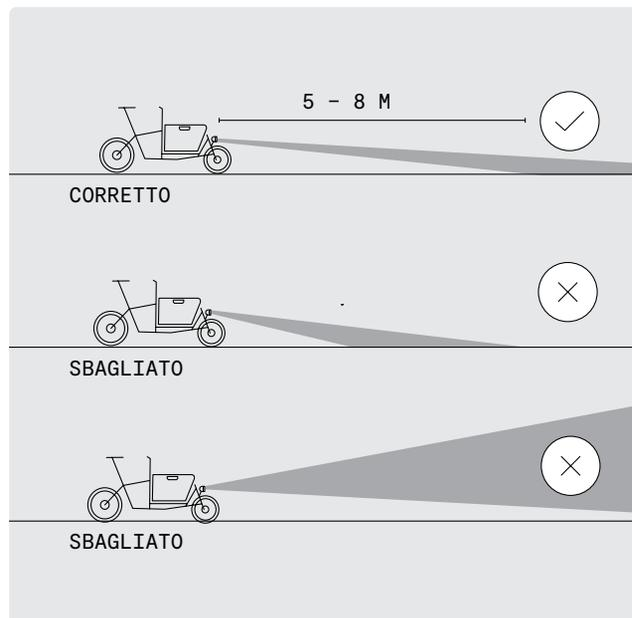

FIG. 51
→ Assicuratevi che la luce non sia mai inclinata in modo da far luce verso l'alto (fig. 51)
- 2 Allineate la luce in modo che il cono di luce colpisca il terreno 5-8 metri davanti alla ruota anteriore (fig. 51).